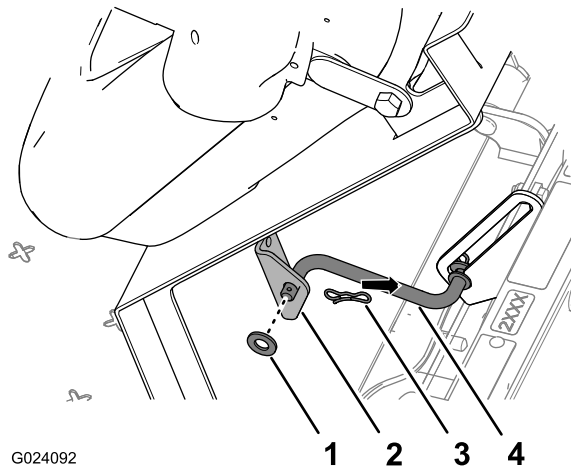

Figura 4
2. Retire o gancho que prende a barra de apoio ao suporte na parte inferior da placa do banco (Figura 4).